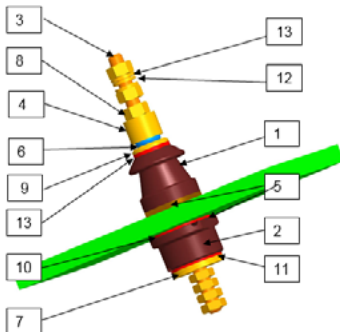

Figure 3
- Le boulon (3) avec la rondelle inférieure soudée (7) doit être installé comme illustré dans la photo 1 (l'isolant inférieur (2) avec le boulon), par le trou sur le réservoir. Si la douille de l'isolant correspond à la solution « B », la plaque de boulon Y doit être placée dans le boîtier de la plaque X (figure 3).
- Assembler les composants : (5), (1), (10), (6), (9), (4), (8) et une fois que la douille de l'isolant est pleine d'huile, l'air à l'intérieur doit être retiré en dévissant l'écrou (8) et enfin, le couple nominal doit être appliqué à l'écrou supérieur (voir le tableau 18).